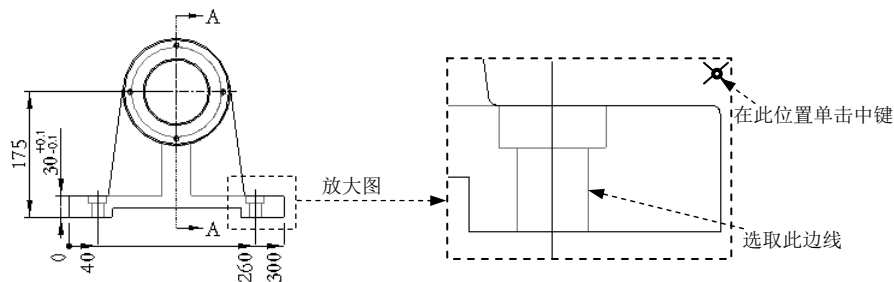

图 5.9.55 选取起始位置和放置点
(1) 在功能区中选择 **注释** → **注解** → **引线注解** 命令。
(2) 定义注解导引线的起始点。在图 5.9.55 所示的边线上单击作为注解引线的起始位
置，然后在图 5.9.55 所示的位置单击中键，放置注解。